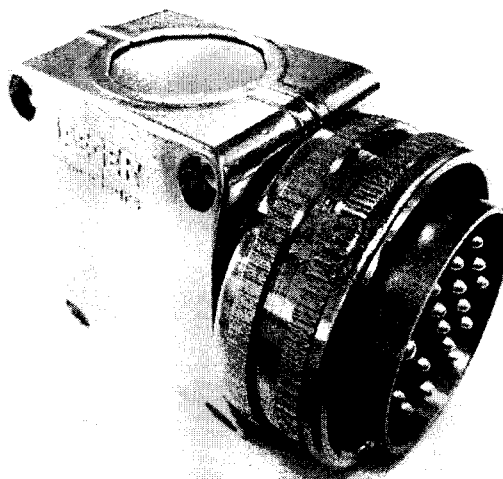

Рисунок 11 – заглушка Jaeger
2. Отключить третий и последующие крейты тестера. Для этого отсоединить кабель для соединения крейтов CBL SYN5000 между вторым и третьим крейтом на задней стороне первой стойки. Подключить на место кабеля заглушку Jaeger во второй крейт (рисунок 11).